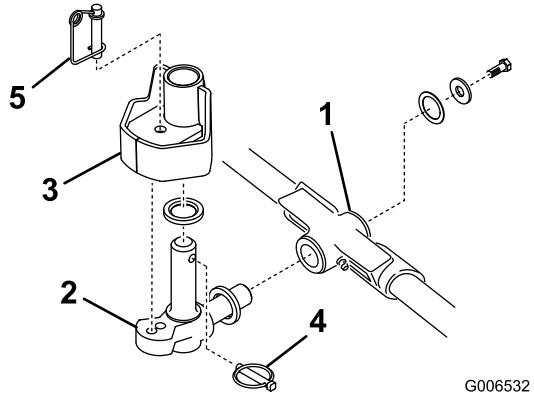

Figure 18
- Montez une rondelle de butée sur l'axe horizontal du pivot comme illustré à la Figure 18.
- Insérez l'axe horizontal du pivot dans le tube de montage du bâti porteur (Figure 18).
- Fixez le pivot au bâti porteur avec une rondelle de butée, une rondelle plate et une vis à embase (Figure 18).
- Insérez une rondelle de butée sur l'axe vertical du pivot (Figure 18).
- S'il a été déposé, insérez l'axe vertical du pivot dans le moyeu de pivot du bras de relevage (Figure 18). Guidez le pivot en position, entre les deux amortisseurs de centrage en caoutchouc, dans le dessous de la plaque de direction du bras de relevage.
- Insérez la goupille à anneau dans le trou transversal de l'axe de pivot (Figure 18).
Remarque: Si une position de plateau de coupe fixe est requise, insérez la goupille de blocage de direction dans le trou de fixation du pivot (Figure 18).
11. Accrochez le ressort autour du bas de la goupille de blocage de direction (Figure 18).